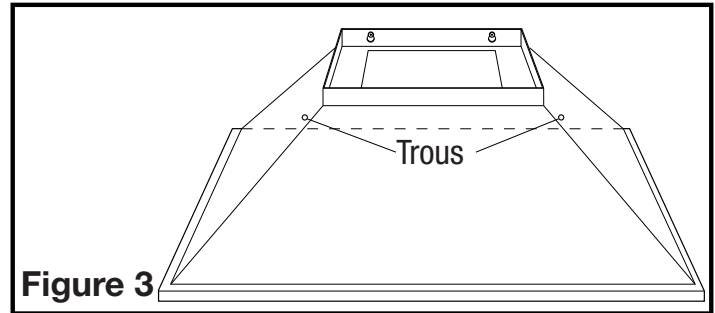

Figure 3
4. Retirez les filtres à graisse. Avec la hotte accrochée aux vis du dessus, marquez les emplacements des trous inférieurs (**Figure 3**). Enlevez la hotte et installez les vis en laissant un espace de 1/8 po à 1/4 po entre le mur et la tête de la vis.